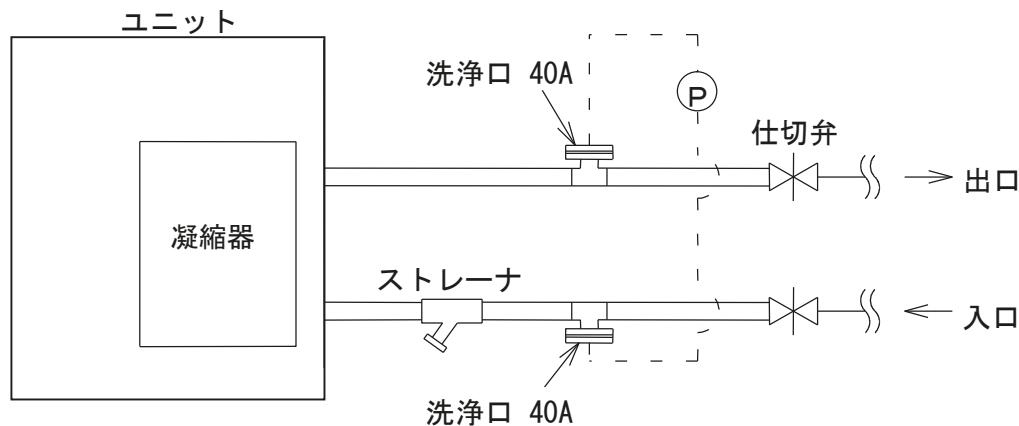

図 3-4
- ② 冷却水の出入口に温度計を設けておくと運転状態を確認することができます。また、配管には適宜仕切弁を付けて凝縮器だけ切離して水抜きができるようにしておいて下さい。
- ③ 凝縮器は水質によっては早い時期にスケールが付着する可能性があり、このスケール除去のために定期的な洗浄をする必要があります。凝縮器冷却管を薬品洗浄する場合、冷却水配管には仕切弁を設け、この仕切弁とユニットとの間の配管には薬品洗浄用の配管接続口を設けて下さい。（図 3-4）